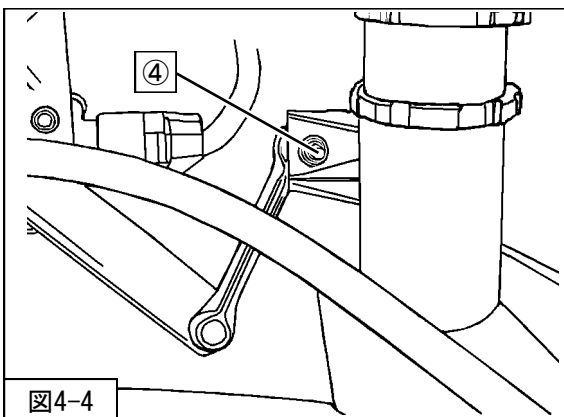

図4-4
7. AFS装着車は、左側リアサスペンションASSY（同梱品）に④AFSセンサ取付ナット（締付トルク：9.8N・m）を取付けてください。（図4-4）